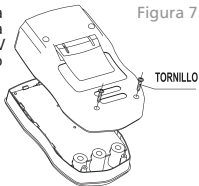

Figura 7
B. Reemplazar la batería (Figura 7)
C. Reemplazar los fusibles (Figura 7)